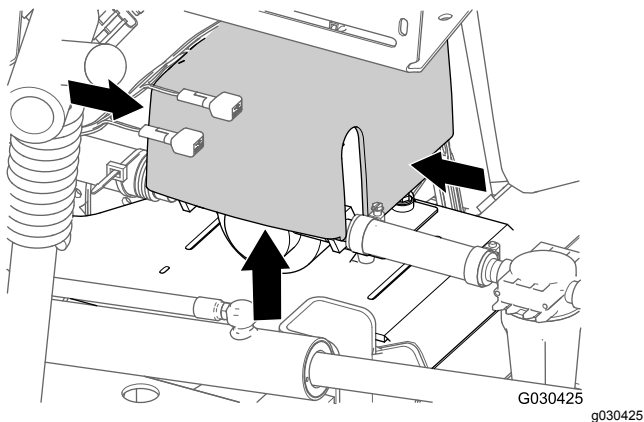

図 5
1. 機体後部で、すすぎ用ポンプのカバーを両側から押し、カバーについているタブがサドルプレートのスロットをかわすまでカバーを上を持ち上げて、カバーを取り外す (図 5)。